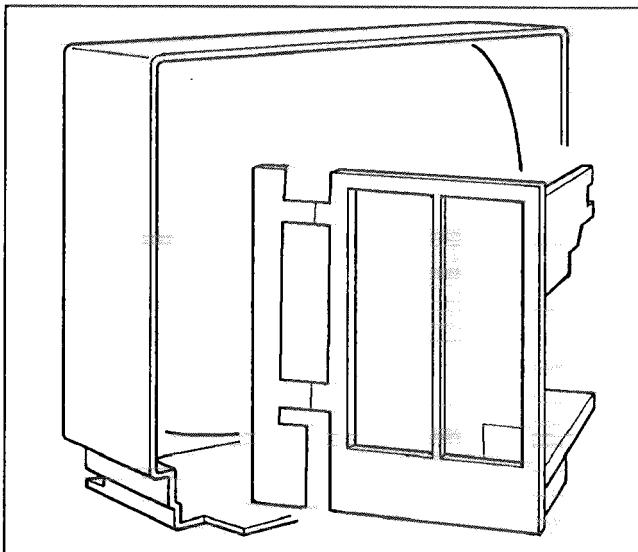

Fig.6 Controllo e riparazione
1. Posizionare il chassis tolto dal televisore nel modo visto in Fig. 6.